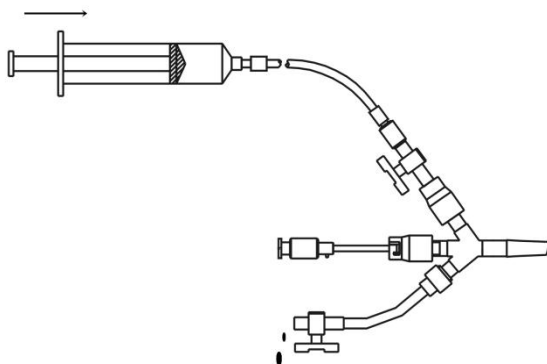

图 7 四通排气
- a) 四通球囊：连接注射器，打开充盈孔开关，关闭导管排气孔，经充盈孔注入生理盐水，球囊端放低位，缓慢注入液体，待球囊出现可见膨胀，回抽注射器，如有必要重复上述步骤，直至球囊导管内空气完全排出，锁闭两个开关。（见图 7）